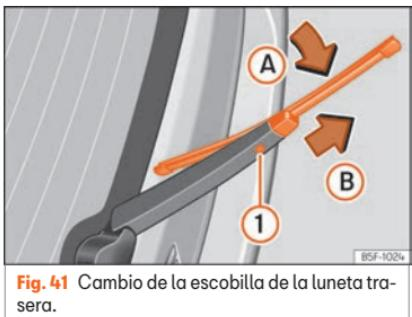

Fig. 41 Cambio de la escobilla de la luneta trasera.
- Rote la escobilla ligeramente »» fig. 41 (flecha ①).
- Mantenga presionada la tecla de desbloqueo ① tirando de la escobilla en el sentido de la flecha ②.
- Inserte en el brazo limpialuneta una escobilla nueva **de la misma longitud y tipo**, en sentido contrario a la flecha ② hasta que encastre la tecla ①.